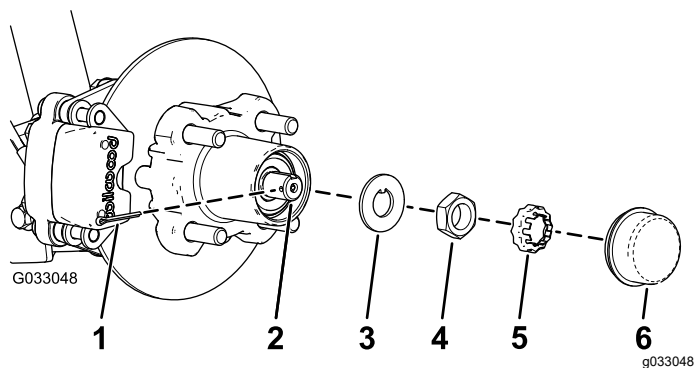
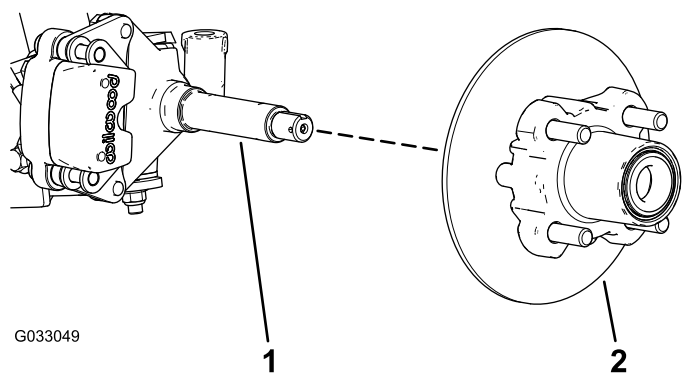

図 27
図 28
4. ハブからダストキャップを取る 図 27。
5. スピンドルとスピンドルナットから、コッターピンとナットリテーナを外す 図 27。
6. スピンドルからスピンドルナットを外し、スピンドルからハブローラアセンブリを取り出す 図 27 と 図 28。